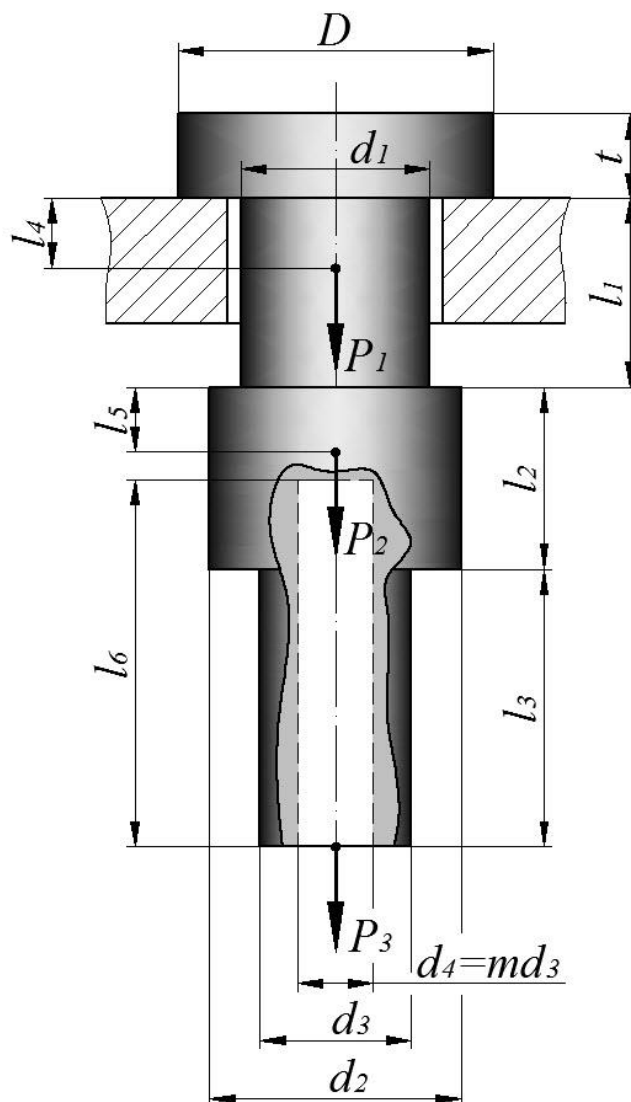

Рисунок 1
1. Для стержня, заданного вариантом работы (рис. 1), построить эпюру продольных усилий, возникающих в поперечных сечениях.